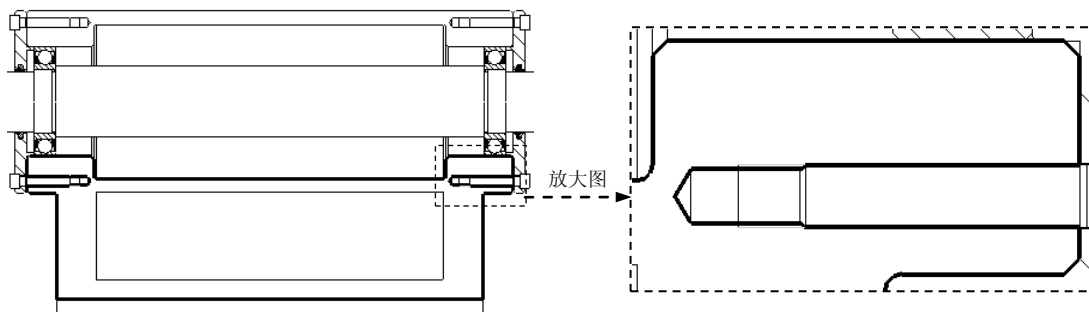

图 3.9.17 修剪“使用边 (二)”
⑤ 创建“使用边 (二)”。参照上面的步骤, 创建图 3.9.17 所示的“使用边 (二)”, 选取螺纹孔的边线时, 请选取其外围边线。